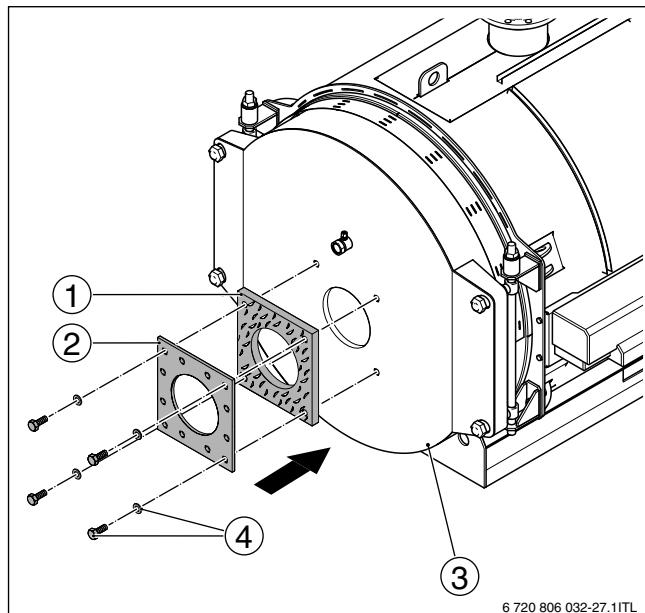

Рис. 19 Монтаж пластины под горелку
- Наденьте уплотнение на штуцер горелки (→ рис. 19, [1]).